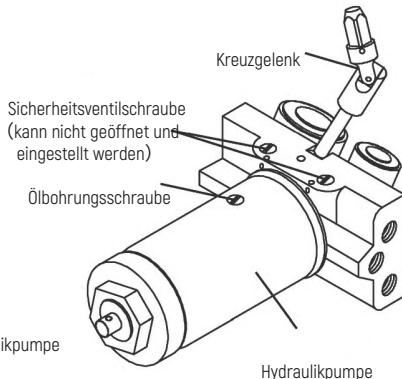

Abbildung 2
- 1) Lösen Sie die Ölbohrungsschraube, entfernen Sie jedoch nicht die Schraube (siehe Abbildung 2).
- 5) Ziehen Sie die Ölbohrungsschraube an (siehe Abbildung 2).
- 1) Entfernen Sie die Ölbohrungsschraube (siehe Abbildung 2).